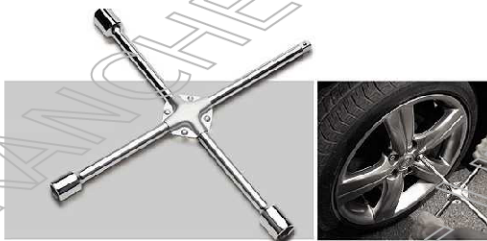
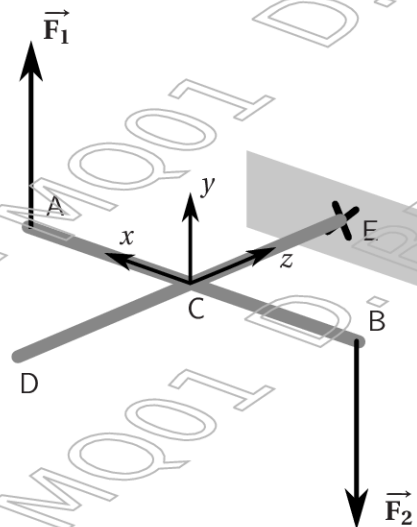

FIGURE 1. Clé en croix
FIGURE 2. Schéma du système étudié
Nous étudions ici une clé en croix utilisée pour serrer et desserrer les écrous de roues automobiles (voir figure 1). Une représentation schématique du système étudié est donnée à la figure 2. La clé est constituée de 4 tubes CA, CB, CD et CE parfaitement assemblés entre eux au point C. Les bras sont orthogonaux au point C et tous contenus dans le plan (x, z) de la figure 2.
- les actions \vec{F}_1 et \vec{F}_2 sont portées par l'axe y (voir figure 2) et sont telles que $\|\vec{F}_1\| = \|\vec{F}_2\| = 250 \text{ N}$;
- Déduire des questions 7 et 8 le déplacement vertical total du point A de la clé en croix de la figure 2.